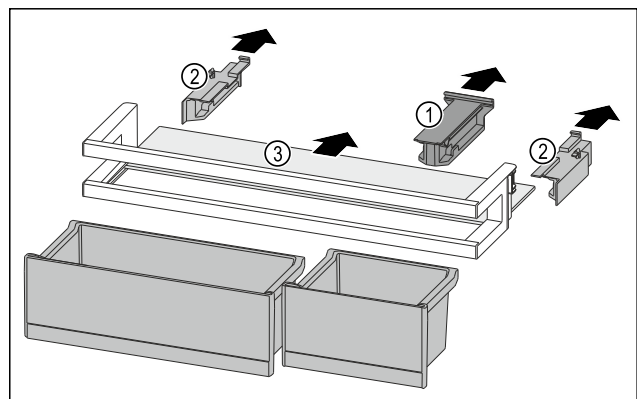

Fig. 84
- Haltebolzen Fig. 84 (1) abziehen.
- Seitenteile Fig. 84 (2) abziehen.
- Abstellfläche Fig. 84 (3) entnehmen.